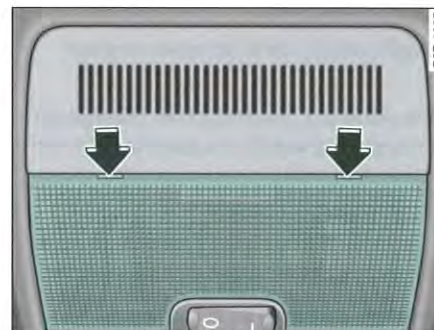

Fig. 60 Vue partielle du pavillon : point de placement du tournevis
- Introduisez avec précaution la lame plate du tournevis (compris dans l'outillage de bord) au niveau de la partie arrière du verre du plafonnier ⇒ fig. 60.